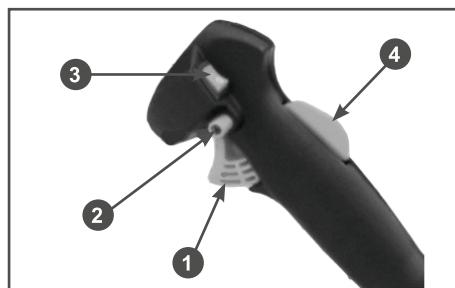

Рис. 4 Рукоятка управления
5. Выключатель зажигания 3 (Рис. 4) установите в положение «I» (ВКЛЮЧЕНО).
6. Нажмите одновременно на рычаг газа 1 и предохранительный рычаг 4 так, чтобы рычаг газа прошел примерно 1/2 своего хода и заблокируйте его нажав на фиксатор 2 (Рис. 4).
- После запуска переведите двигатель в режим холостого хода. Для этого нажмите на рычаг газа 1 (Рис. 4) и отпустите его. Фиксатор 2 (Рис. 4) при этом освободит от блокировки рычаг газа, рычаг газа встанет в положение холостого хода. Прогрейте двигатель на холостых оборотах в течение около 30-60 секунд.